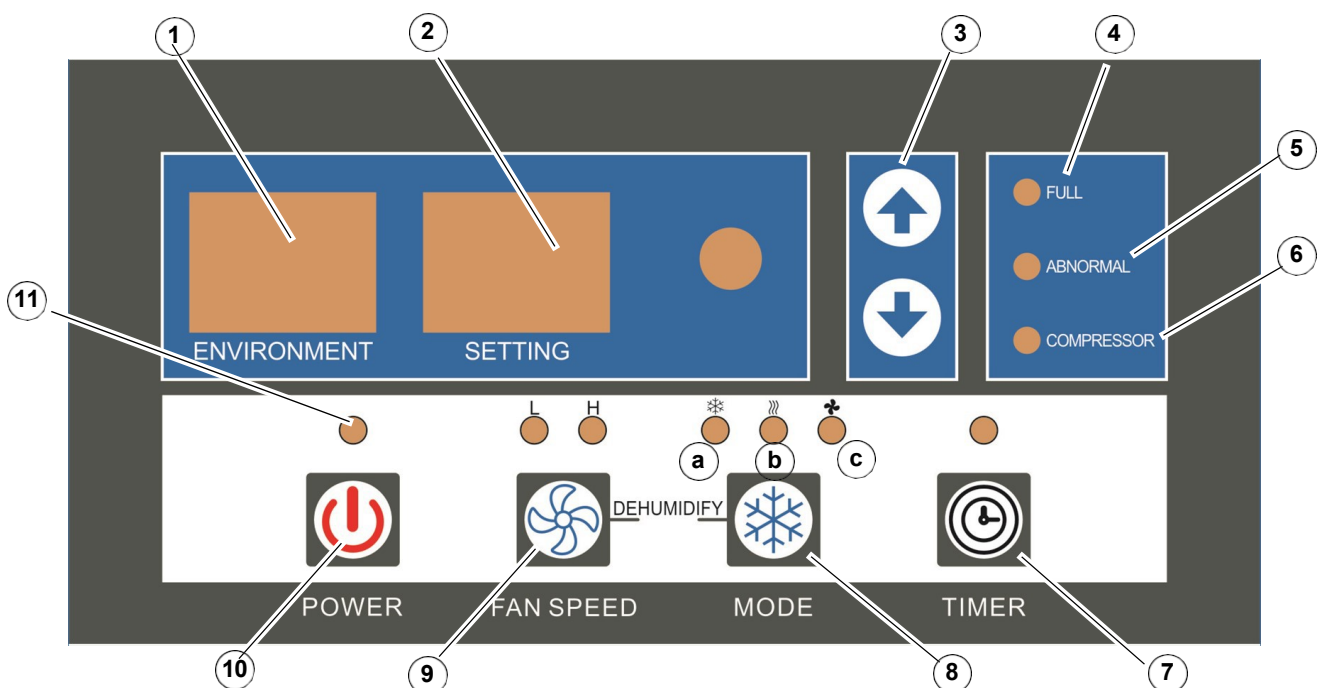

Bild 5-4: Kontrollpanel
→ Tryck på knapparna Fläkthastighet (pos. 9, fig. 5-4) och Ström (pos. 10, fig. 5-4).
När du hör ett "do-mi-sol"-ljud och nätkontrolllampan (objekt 11, fig. 5-4) tänds, växlar apparaten till kylningsläge, kylkontrolllampan (objekt 8a, fig. 5-4) tänds, kompressorn arbetar och kompressorkontrolllampan (objekt 6, fig. 5-4) tänds och fläkten går.
Efter start arbetar luftkonditioneringen som standard i kylningsläge; kompressorindikatorn (pos. 6, fig. 5-4) tänds och kompressorn arbetar; kall luft tillförs också via utloppsroret för kall luft. Om du trycker på knappen "Driftläge" (pos. 8, fig. 5-4) igen växlar apparaten till rumsluftskylningsläge.
I kylningsläge är inställningsområdet för rumstemperaturen 15 ~ 35°C (starttemperatur 20°C). Tryck på knappen (pos. 3, fig. 5-4) för att höja eller sänka temperaturen.
Displayfönstret (pos. 1, fig. 5-4) visar rumstemperaturen och displayfönstret (pos. 2, fig. 5-4) visar den inställda temperaturen. Om rumstemperaturen är högre än den inställda temperaturen startas kylningsläget.
I läget "Rumsluftkylning" är inställningsområdet för kallluftstemperaturen 0 ~ 20°C (starttemperatur 10°C). Tryck på knappen (pos. 3, fig. 5-4) för att öka eller minska temperaturen.
Displayfönstret (pos. 1, fig. 5-4) visar rumstemperaturen och displayfönstret (pos. 2, fig. 5-4) visar den inställda temperaturen. Om rumsluftens temperatur är högre än den inställda temperaturen startas kylningsläget.
Om du trycker på knappen "Driftläge" (pos. 8, fig. 5-4) igen växlar apparaten till ventilationsläge. I detta fall är kompressorns kontrollampa (pos. 6, fig. 5-4) släckt.
Om du trycker på knappen "Fläkthastighet" (pos. 9, fig. 5-4) i kylningsläge och knappen "Driftläge" (pos. 8, fig. 5-4) samtidigt i mer än två sekunder, börjar kylindikatorn att blinka, fläkthastigheten växlas till låg hastighet, indikatorn för låg hastighet ("L") tänds och driftläget "Avfuktning" aktiveras.
→ I driftlägena "Cooling" eller "Room air cooling" kan fläkthastigheten ställas om mellan hög och låg genom att trycka på knappen "Fan speed" (pos. 9, fig. 5-4).
Du kan öka eller minska timertiden genom att trycka på knappen (pos. 3, fig. 5-4).
När vattentanken är full med vatten tänds indikatorn (pos. 4, fig. 5-4), kompressorn stannar, apparaten stängs av och en ljudsignal hörs i en minut.